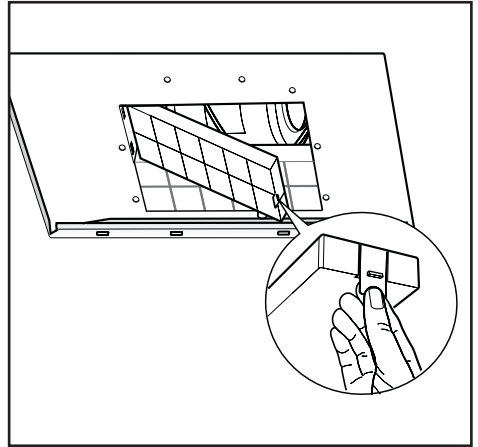

Fig.16
- I filtri a carbone sono già predisposti sull'apparecchio (Fig.16).